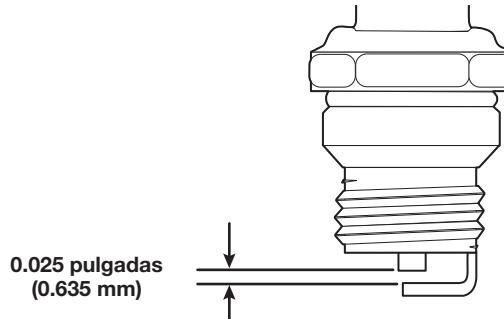

Fig. 17
4. Use un calibrador de hoja para ajustar abertura de la bujía a **0.025 pulgadas (0.635 mm)** (Fig. 17).